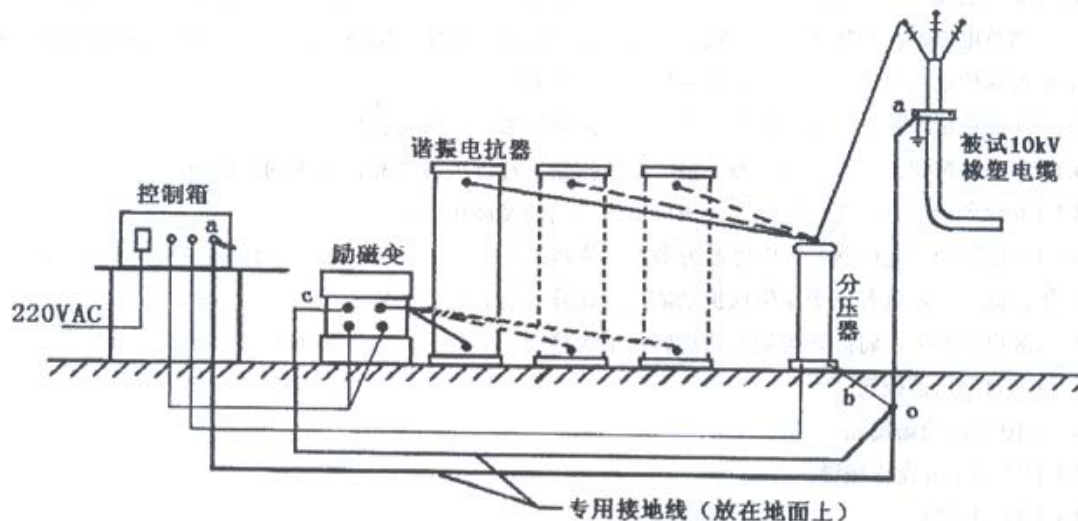

图 3 串联谐振试验现场接线布置原理示意图
现场试验接线布置原理示意图如图 3 所示
(1) 试验设备（谐振电抗器、分压器、励磁变压器等）应尽量靠近被试电缆头，参照图 3 布置，减少试验接地线的长度，即减少接地线的电感量。
(2) 采用配套供应的专用的一点接地式试验接地线。特别注意试验接地线 ao 段、bo 段和 co 段三段接地线（图 3）应尽可能地短，不要任意延长接地线的长度。
(3) 试验时操作人员除接触调谐、调压绝缘旋钮外，不要触及控制箱金属外壳，否则在高压侧击穿或放电时，可能有轻微的刺痛感。有条件时，建议操作人员站在橡胶绝缘垫上工作。